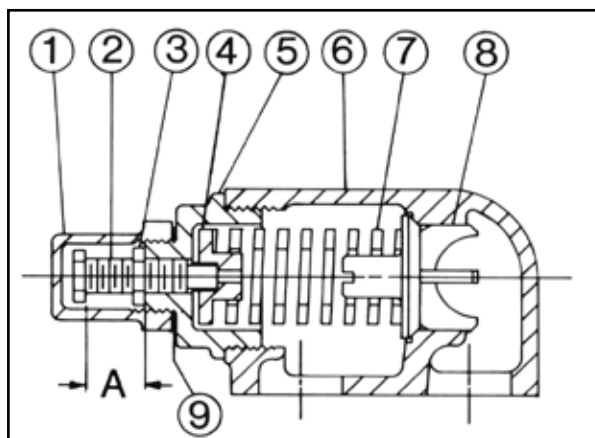

FIGURA 22
2. Mida y registre la extensión del tornillo de ajuste. Consulte "A" en la figura 22.